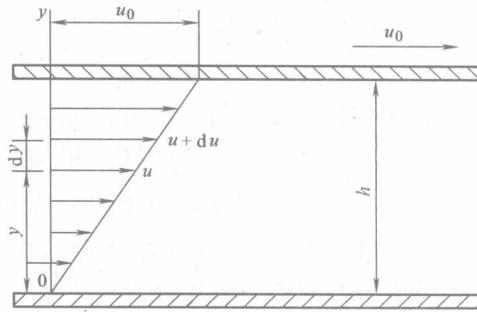

图 1-5 液体的粘性示意图
(1) 粘性 在日常生活中我们都有这样体验：将手从液体中取出时，手上总是粘了一层液体。究其原因是当液体在外力作用下流动时，由液体分子间的内聚力（液体内部分子之间引力的作用效果）而产生一种阻碍液体分子之间进行相对运动的内摩擦力。液体的这种产生内摩擦力的性质称为液体的粘性。图 1-5 所示为在两块平板间充满液体，上平板以速度 u_0 向右运动，下平板固定不动。紧贴上平板的一层液体粘附在上平板上，也以相同的速度与上平板一起向右运动。紧贴在下平板上一层液体，粘附在下平板上静止不动。当两平板之间的距离很小时，液体内部各层运动速度呈线性分布。实验测定表明，液体流动时相邻液层的内摩擦力 F 与液层面积 A 、液层间相对运动速度梯度 du/dy 成正比，即